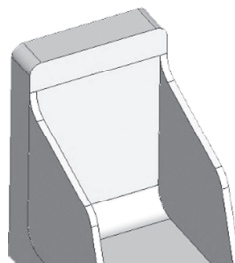

Рисунок 10.5
6. Для создания скруглений вызовите команду «Операции→Сглаживание→Ребер», установите в окне параметров команды параметр «Скругление». Щёлкните в автоматическом режиме на кнопке «Выбрать ребро» и укажите сглаживаемые ребра. Введите значение радиуса скругления **5 мм** и завершите построения (рис. 10.5).